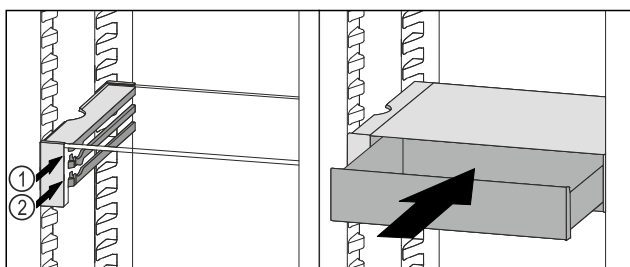

Fig. 130
- ▶ Założyć szufladę VarioSafe za stoperami na wybranych żebrowach Fig. 130 (1) lub Fig. 130 (2).